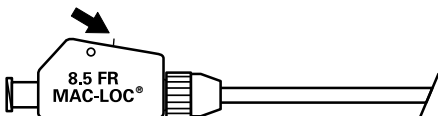

Fig. 3
- c. Recidere il filo di chiusura in eccesso. (**Fig. 3**)